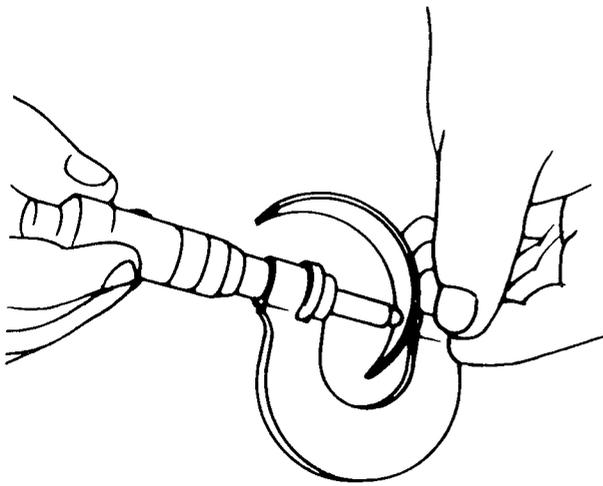

Bild 33
Die Flächen der Pleuellagerschalen kontrollieren. Es dürfen keine Riefen oder Fressstellen vorhanden sein. Um das Spiel zwischen den Lagerzapfen und Pleuellagern auszumessen, kann man entweder das in Kapitel 2.4 erwähnte «Plastigage» verwenden oder man schraubt die Lagerdeckel zusammen mit den Schalen auf die Pleuelstangen und misst den Innendurchmesser der Bohrung mit einem Innenmikrometer aus. Danach die eigentliche Stärke der Lagerschalen mit einem Mikrometer ausmessen. Um eine Beschädigung der Lagerschalen zu vermeiden und um eine genauere Messung zu erzielen, sollte eine Stahlkugel vom bekannten Durchmesser (z. B. 10 mm) zwischen Lagerschale und Mikrometerwanne eingesetzt werden, wie es in Bild 33
- Stärke der Lagerschalen ausmessen, wie es bereits bei den Pleuellagerschalen beschrieben wurde (siehe ebenfalls Bild 33) und das Mass aufschreiben.